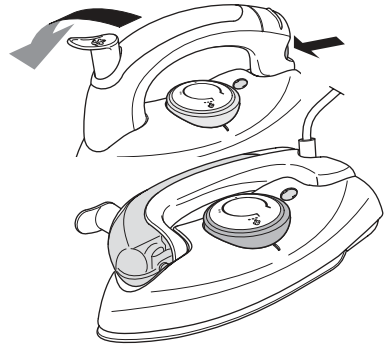

Abbildung 5
6. Klappen Sie den Griff herunter, indem Sie auf den Verriegelungsknopf an der Griffseite drücken und den Griff nach unten drücken (siehe Abbildung 5).